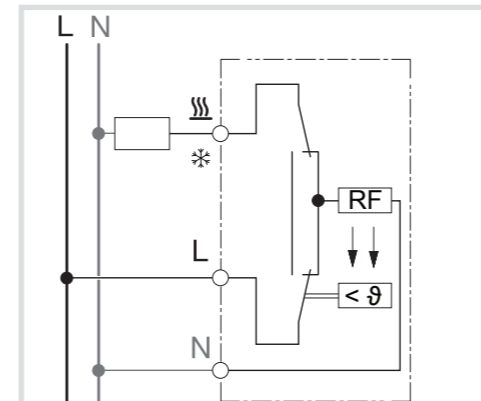

Figura 4: Collegamenti elettrici
- Collegare l'apparecchio secondo lo schema di collegamento (figura 4).
- Montare il bilanciere di commutazione (2) come illustrato nella figura nella rispettiva apertura di attacco.
- Apporre il telaio (3) e fissarlo in posizione corretta mediante il pezzo centrale (4) con una vite di fissaggio (5).
- Applicare la manopola di regolazione (6).